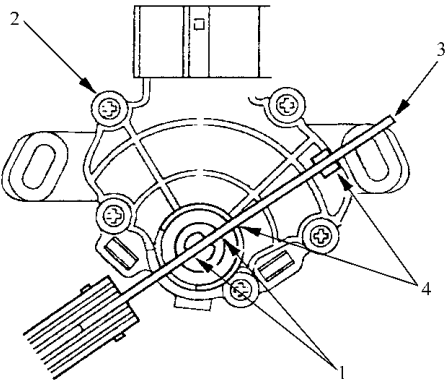

图 5-75 使旋转构架上的切口与变速器档位开关上的空档开关切口对准
6) 如图 5-75 所示，使旋转构架上的切口与新的变速器档位开关上的空档开关切口对准，然后在切口内放置 2.0mm 厚的塞尺片，保持开关在 N 位置，确认使用 2.0mm 厚的塞尺片或等效的工具，使开关保持在 N 位置。